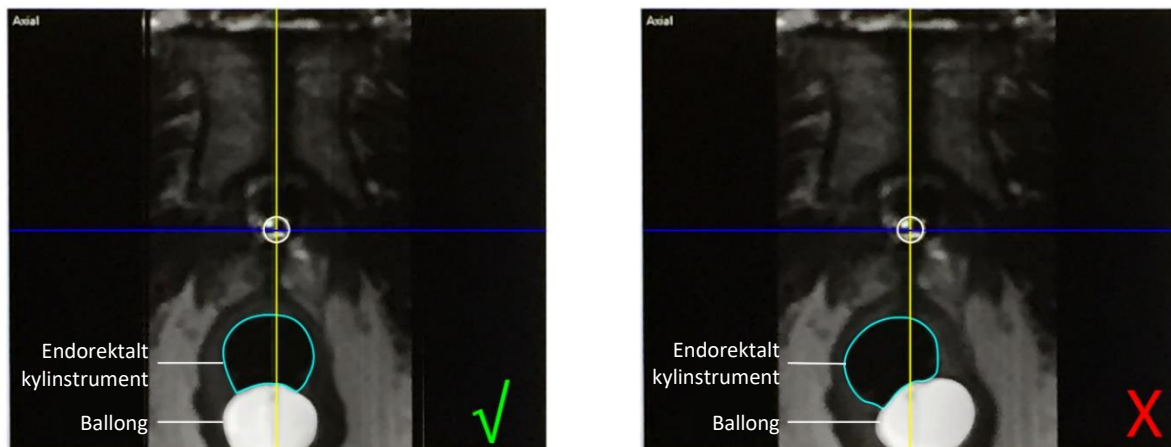

Bild 43: Mitten av kylfönstret
2. Radiolog: Kontrollera att placeringen av det endorektala kylinstrumentet är idealisk (*Bild 43*):